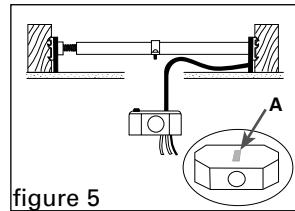

figure 5
4. Retirez une entrée défonçable de la boîte électrique et installez le connecteur. Tirez le fil vers le bas à travers le trou jusqu'au connecteur. Insérez la boîte électrique dans le trou et fixez-la aux boulons du support (figure 5). Assurez-vous que l'aimant (A) est bien positionné au centre de la boîte (voir le schéma en médaillon à la figure 5); l'aimant (A) sécurisera la boîte à la barre de suspension tout en libérant vos mains de manière à pouvoir compléter l'installation. Fixez la boîte à l'aide des deux contre-écrous de nylon fournis. **Vissez fermement** (figure 6). **Ne pas trop serrer.**